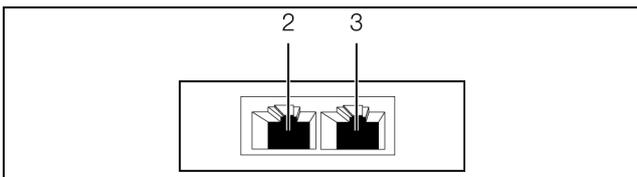

Abb. 10: Rückseite des Vandalismussensors
- Verbinden Sie den Vandalismussensor über ein CAN-Bus-Verbindungskabel mit einer CAN-Bus-Schnittstelle der CMC III Processing Unit bzw. der benachbarten Komponente im CAN-Bus (Abb. 10, Pos. 2).
- Schließen Sie ggf. an der zweiten, freien CAN-Bus-Schnittstelle des Vandalismussensors (Abb. 10, Pos. 3) eine weitere Komponente an (z. B. einen anderen Sensortyp).